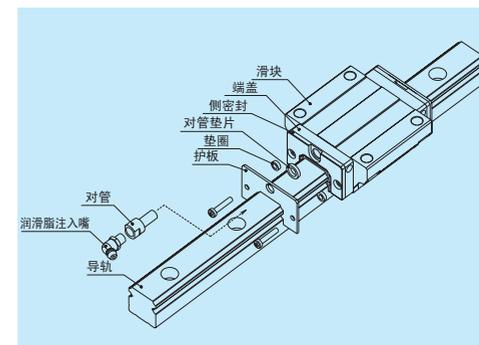

图 7.3 护板
- 安装护板后在端盖上安装润滑脂注油嘴时需要图 7.3 所示的对管，因此请指定带有对管的组件。